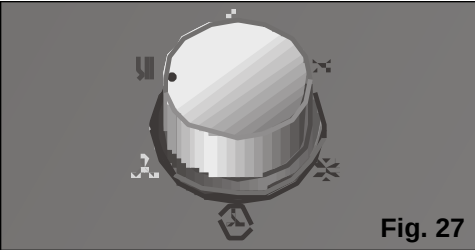

Fig. 27
- ❑ Seleccionar la función calefacción. **Fig. 27.**